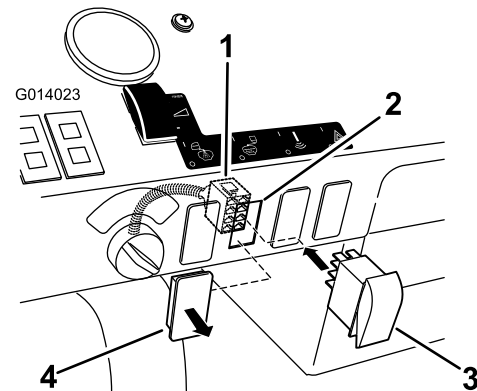

Bild 29
- Ermitteln Sie die Abdeckung für den Ejektorschalter am Armaturenbrett (Bild 29). Es ist die zweite Abdeckung von der Zündung.
- Nehmen Sie die Abdeckung vom Armaturenbrett ab (Bild 29).
- Befestigen Sie den Schalter am Kastenanschluss durch das Armaturenbrett; das LED am Schalter muss oben sein (Bild 29).